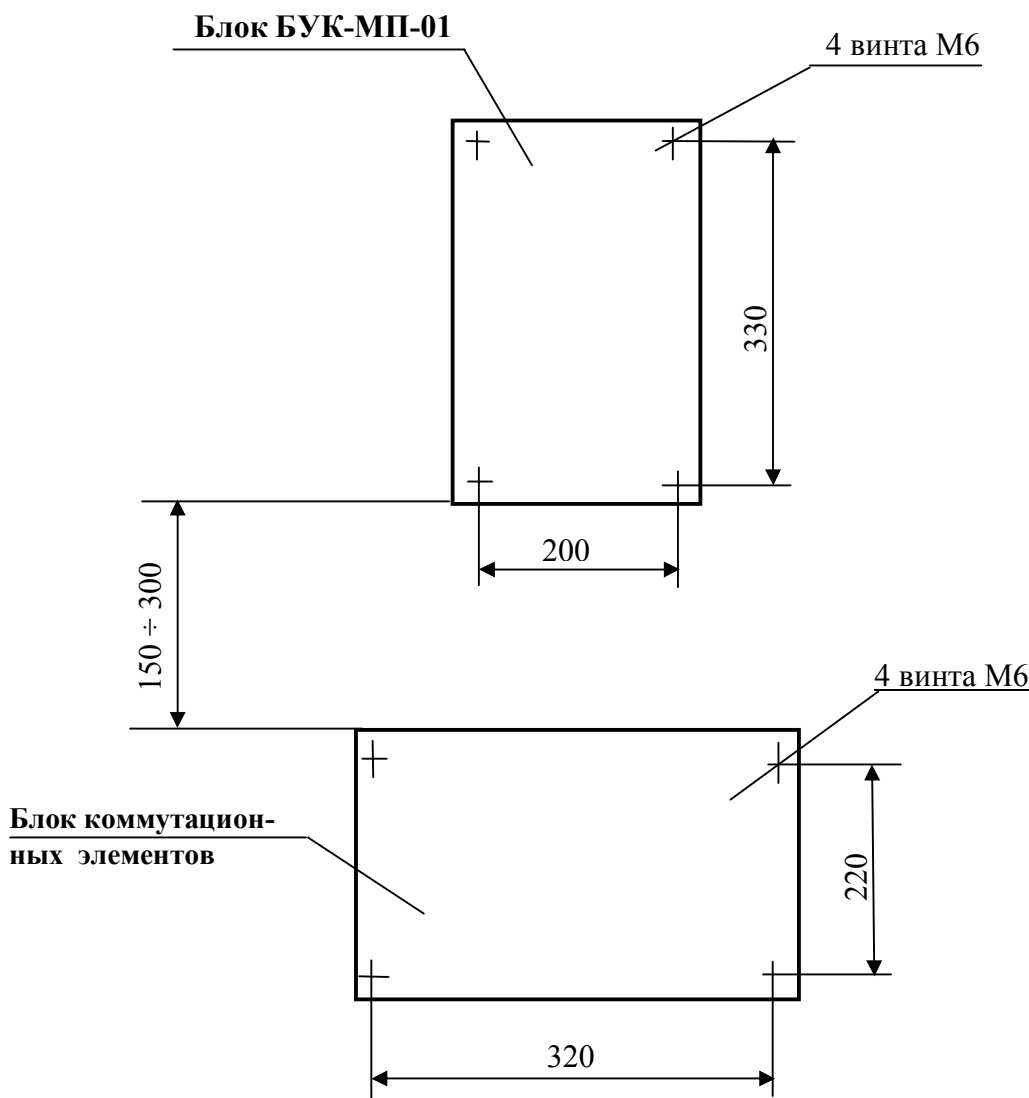

Рис. 1. Разметка под установку блока БУК-МП-01 и блока коммутационных элементов.
2.2.1. Блок БУК-МП-01 устанавливается на вертикальной плоскости (щите) на высоте 1500-1700 мм от уровня пола. Блок коммутационных элементов (для подключения внешнего монтажа) располагается на расстоянии 150 – 300 мм ниже блока. См. рис.1